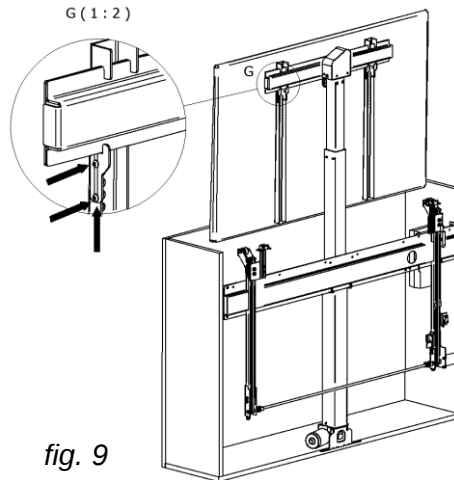

fig. 9
9. Verplaats de onderste losgedraaide beugels op de verticale armenen, zo dat deze om de horizontale bar klemmen en draai deze vervolgens vast met een inbussleutel vast, zodat de TV met verticale armen geborgt is aan de horizontale bar. Zie(fig. 9)